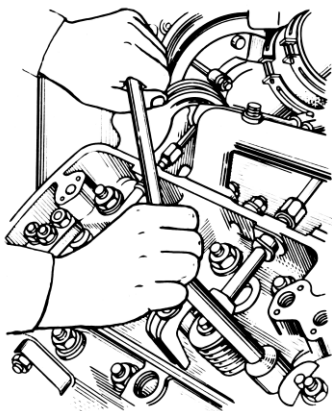

Рис. 76. Отвертывание гаек крепления головки цилиндров
- 6 Отвернуть гайки шпилек крепления головки цилиндров (рис. 76), соблюдая последовательность, обратную затяжке (рис. 47) не менее чем за три приема: